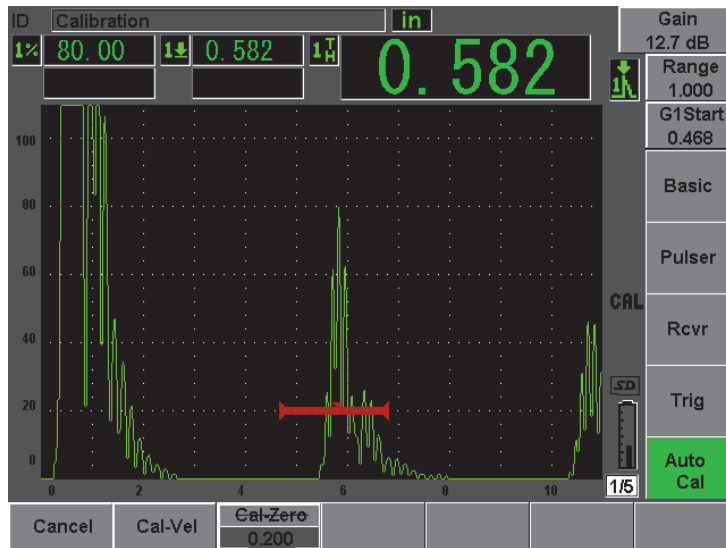

Рис. 10-3 Пример стробированного сигнала для калибровки скорости
8. Введите известное значение толщины стробированного сигнала (5 мм или 0,200 дюйма в этом примере), а затем выберите **Continue** (Продолжить), чтобы перейти ко второму этапу калибровки (см. Рис. 10-3 на стр. 163). Значение толщины, используемое на данном этапе калибровки, будет сохранено в окне параметра **Cal-Zero**.